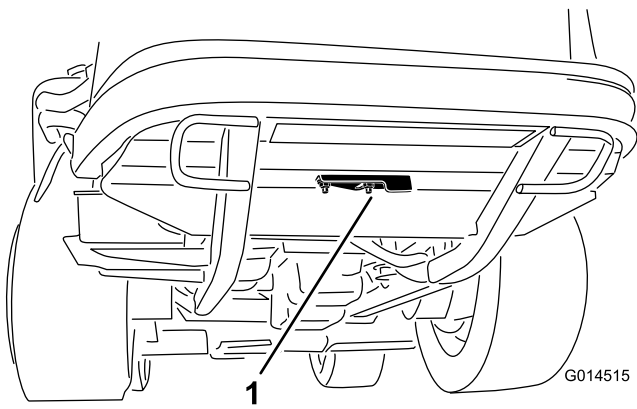

Figura 42
2. Desaperte a porca flangeada que prende a cobertura à parte inferior da estrutura traseira (Figura 42). Rode a cobertura para o lado para expor o furo de limpeza no chassis.